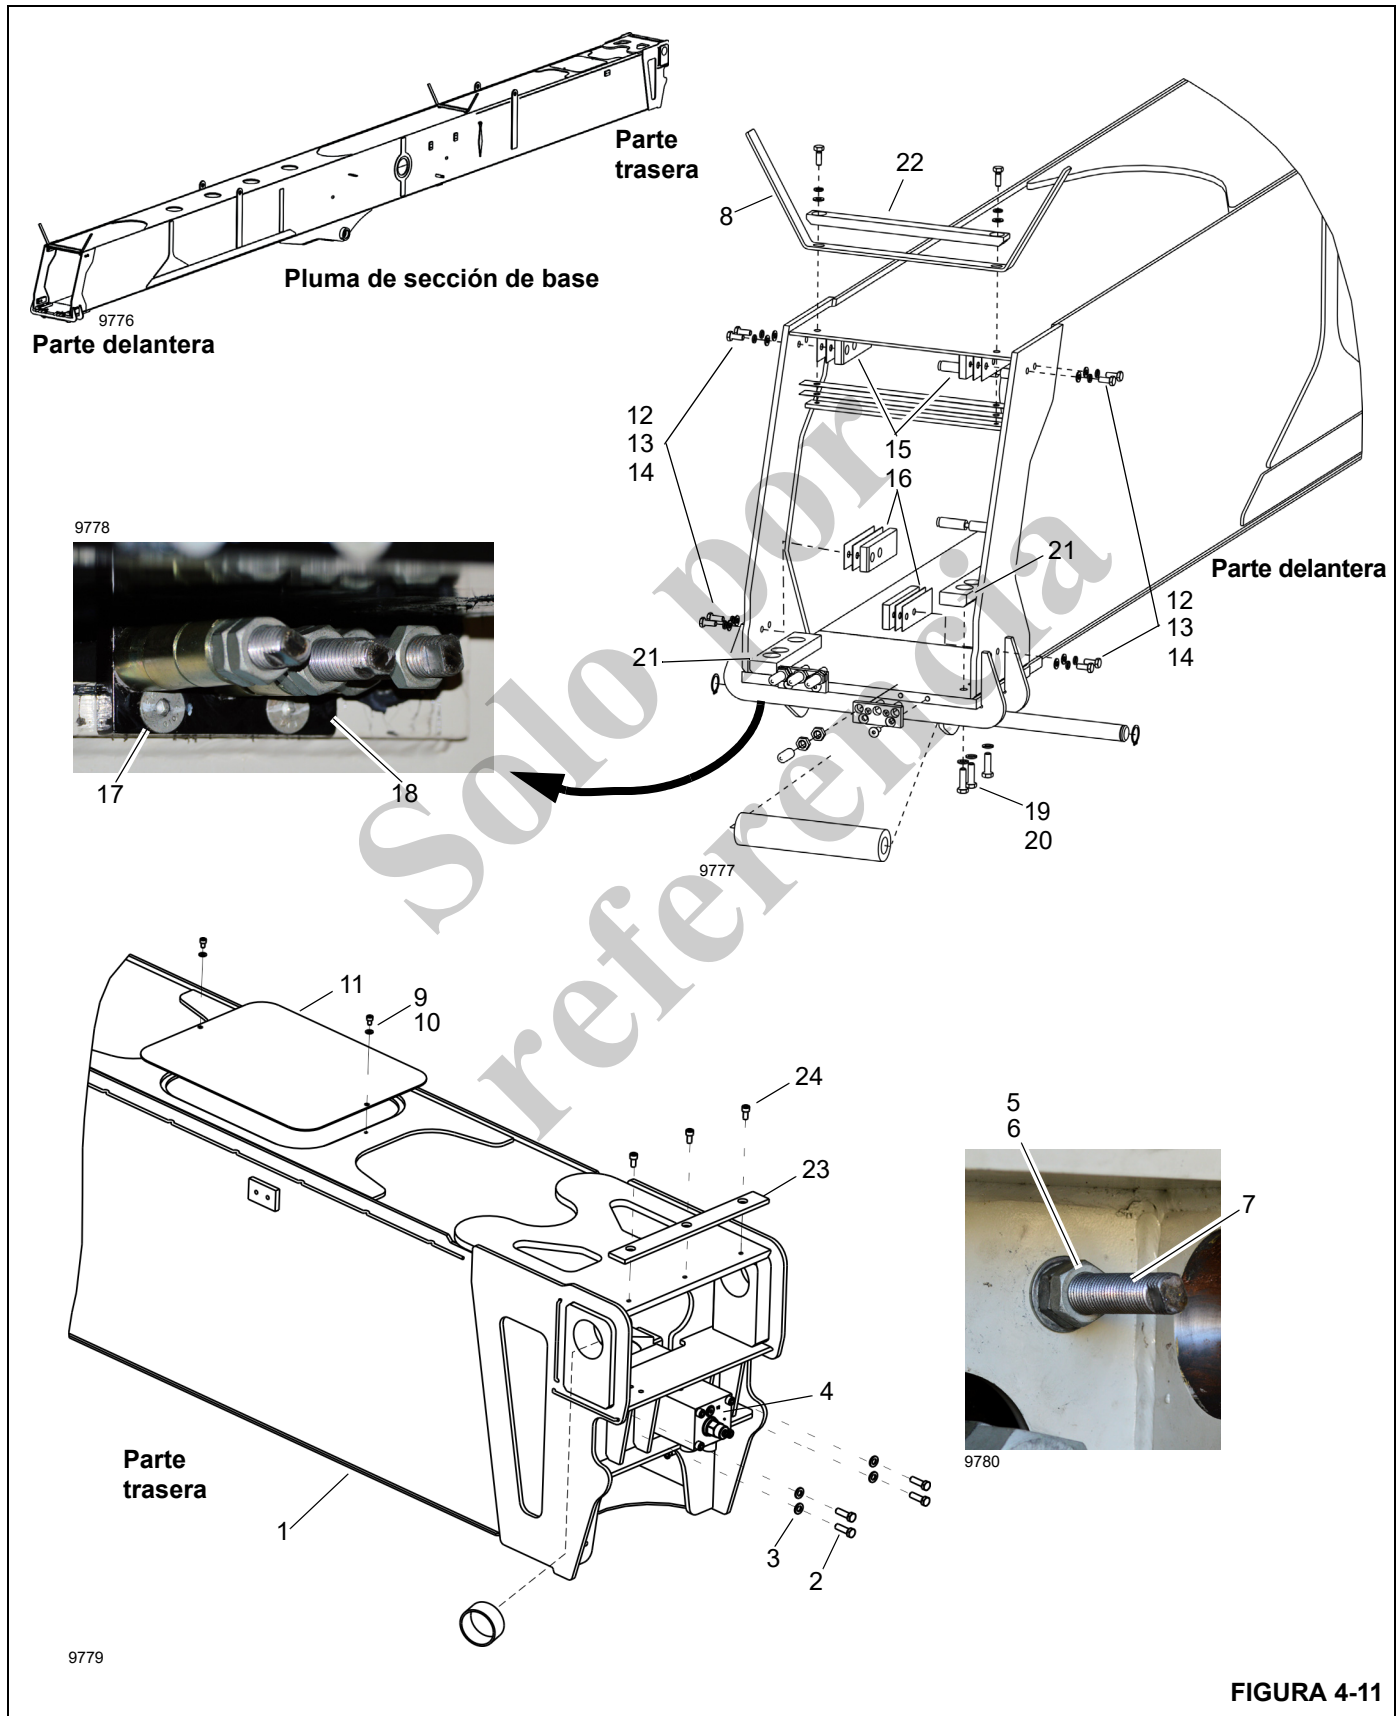

FIGURA 4-11
Los pasos 1 al 3 corresponden a una pluma que va a desarmarse dejando la sección de base (1, Figura 4-11) y el plúmín (si lo tiene) instalados en la grúa.
Tabla 4-1 Lista de artículos de la sección base (Figura 4-11) de la pluma
5. Retire los pernos (2, Figura 4-11) y las arandelas (3) que fijan el cilindro de extensión telescópica (4) a la sección de base (1) de la pluma.
6. Retire las tuercas (5) y las arandelas (6) de los cables sincronizadores (7) en la parte trasera de la sección de base (1). Marque las ubicaciones de las tuercas y arandelas. Marque y rotule los cables, y deje los extremos de los cables colgando dentro de la pluma.
7. Retire la tornillería de conexión, almohadillas de desgaste y las guías de cable (8) de la parte superior de todas las secciones de la pluma y guárdelas en un lugar seguro.
8. Retire los pernos (9), arandelas (10) y la cubierta de acceso (11) de la parte superior de la sección de base (1).
11. Retire y marque los pernos (12, Figura 4-11), arandelas (13), arandelas de seguridad (14), suplementos (15) y las almohadillas de desgaste (16) de los lados de la sección de base (1) de la pluma.
12. Saque los cuatro pernos (17) que fijan los anclajes de cable de retracción 3/2/1 (18) a la punta inferior de la sección de base (1) de la pluma.
13. Retire y marque los pernos (19), arandelas (20) y las almohadillas de desgaste (21) de la punta inferior de la sección de base de la pluma. Tire de los anclajes del cable de retracción (18) hacia afuera y mantenga los cables de retracción tensos mientras tira de la sección telescópica 1 (con las secciones telescópicas 2, 3 y 4) hacia afuera de la sección de base (1). Provea apoyo al extremo de la base de la sección telescópica 1 a medida que sale de la sección de base de la pluma.